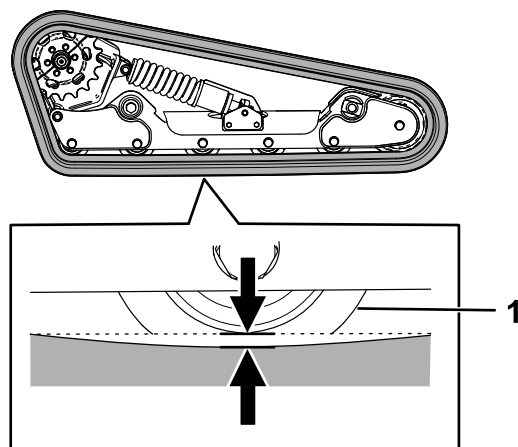

図 56
図 56のように、機体の左右どちらかの側を浮かせた状態で支持し、クローラの自重を利用してロードホイール
5. 図 56 のように、ドライブラチェット 1/2" で、テンションねじを回して、クローラのたるみを 13 mm に調整する。
9. 図 56 のように、クローラのたるみが 13 mm となっていることを確認する。必要に応じて調整する。
20. 図 56 のように、ドライブラチェット 1/2" で、テンションねじを左に回して、クローラのたるみを 12.7 mm に調整する。
25. 図 56 のように、クローラのたるみが 12.7 mm となっていることを確認する。